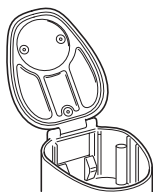

Abbildung 1 – Deckel öffnen
1. Den Deckel öffnen (siehe Abbildung 1).